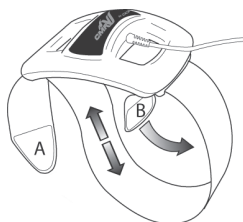

Figure 1
5. Pour raccourcir ou rallonger la sangle, déplacer la languette Velcro « B » le long de la sangle. (Figure 1)
6. Pour serrer ou desserrer la sangle, retirer et repositionner le languette Velcro « A ». (Figure 1)